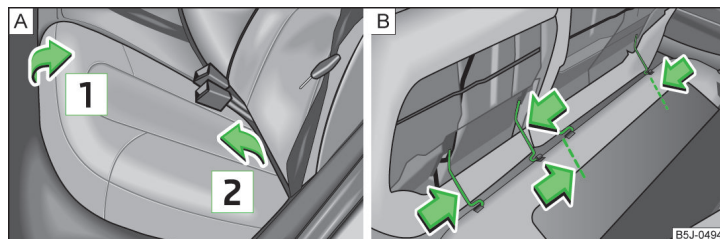

Fig. 58 Rabaterea spre înainte și demontarea suprafeței de șezut
- Ridicați suprafața de șezut în sensul săgeții **1** » fig. 58 și rabatați-o în față în sensul săgeții **2**.
- ▶ Apăsați mânerul din sârmă în sensul săgeții » fig. 58 -  și scoateți suprafața de șezut din suport.
- ▶ Apăsați mânerul din sârmă în sensul săgeții » fig. 58 -  și montați suprafața de șezut în suport.